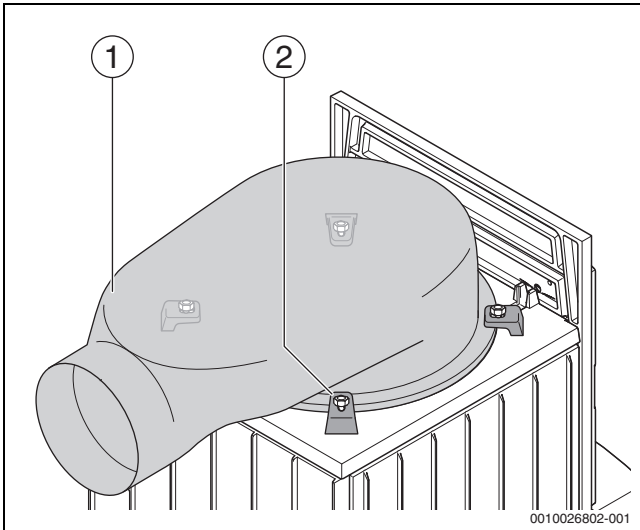
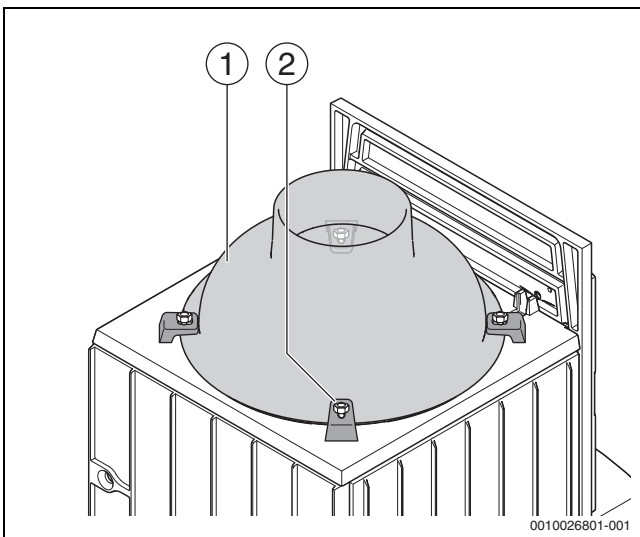

Bild 8 Kuppel waagrecht (Beispielbild)
Bild 9 Kuppel senkrecht (Beispielbild)
- ▶ Muttern der 4 Befestigungspratzen [2] lösen, bis der Rand der Kuppel [1] unter die Befestigungspratzen geschoben werden kann (→ Bild 8 und Bild 9).